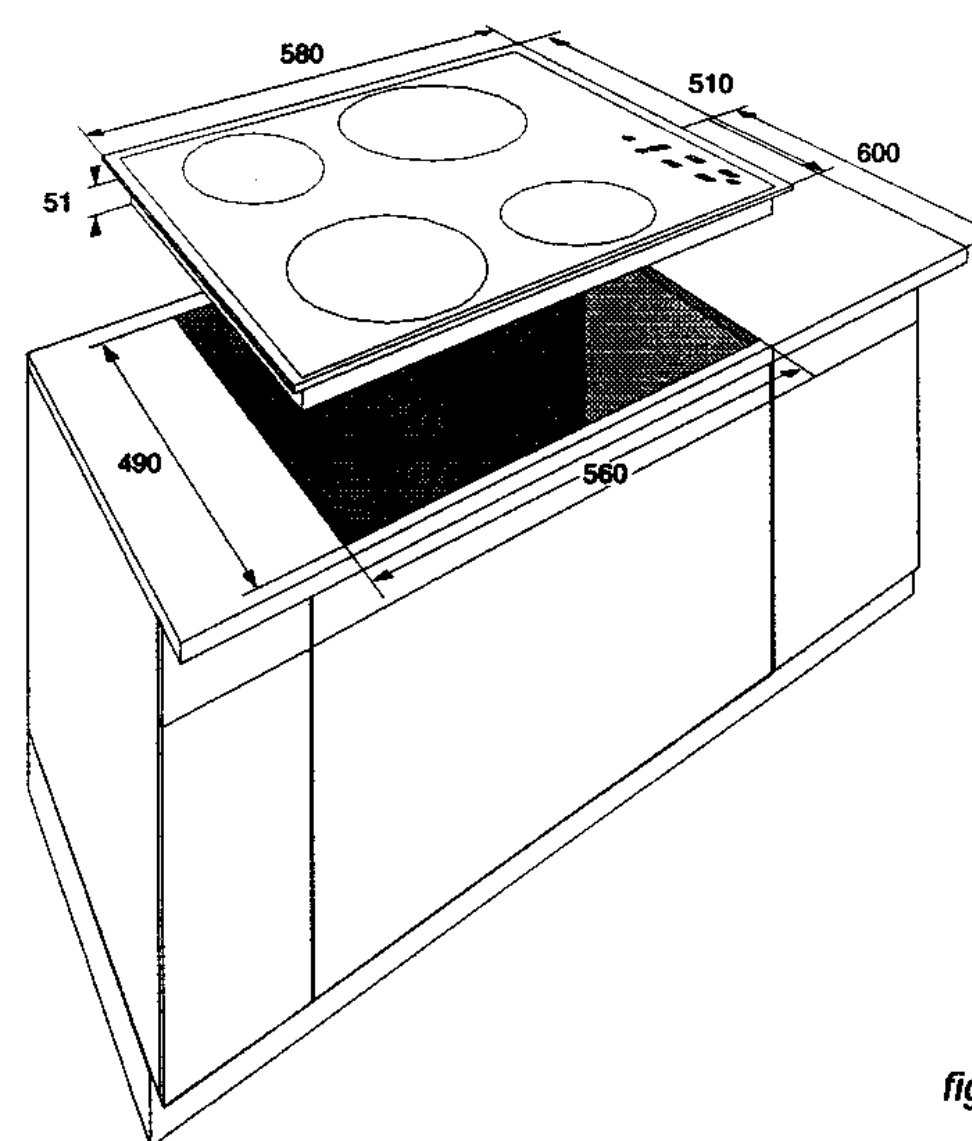

fig. 4
- Teken de uitzaagmaat (560 x 490 mm) af op het aanrechtblad (zie fig. 4).